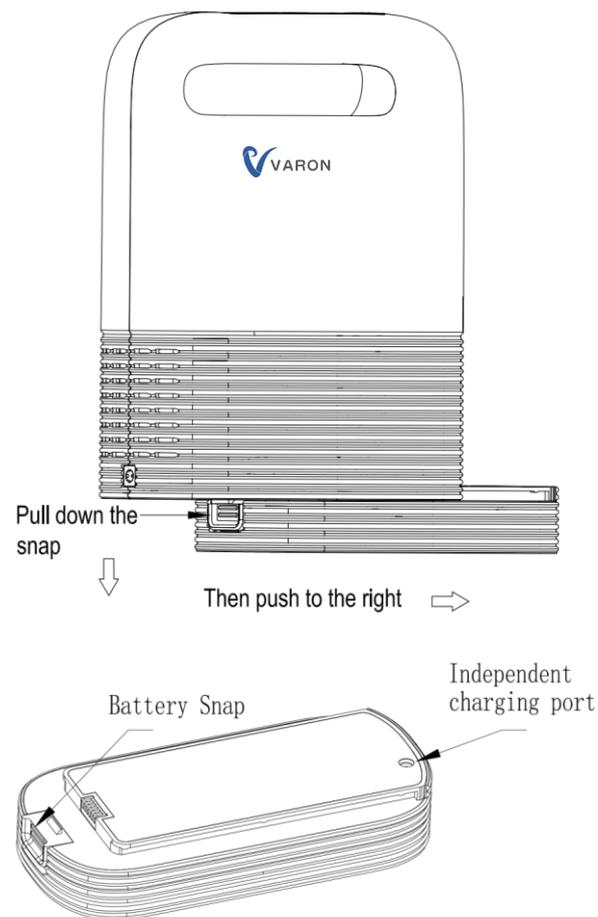
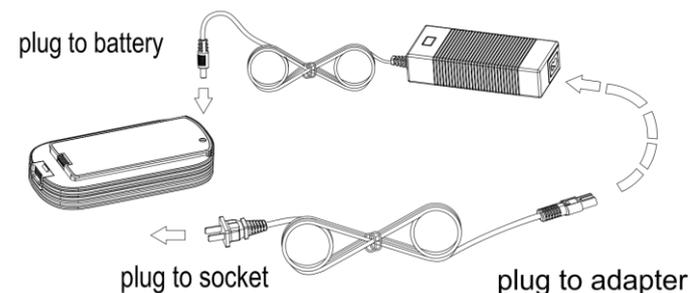
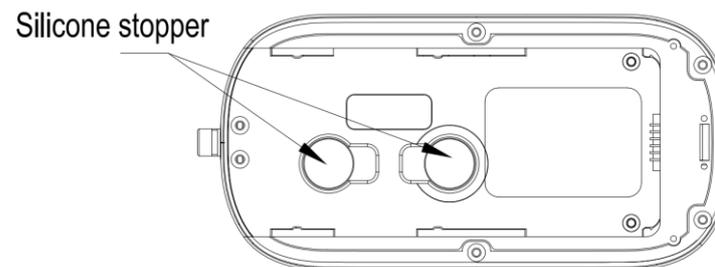

Figura 3 - Diagramma schematico della sostituzione e dell'uso della batteria
Figura 7 - Caricare la batteria separatamente
Figura 8 - Parte inferiore della macchina
- ① Come mostrato nella Figura 7, collegare l'adattatore CA per caricare la batteria;
- ② Rimuovere la batteria secondo il metodo mostrato nella Figura 3, quindi collegarla a un adattatore CA secondo la Figura 7 per caricarla;
Metodo di sostituzione: Rimuovere la batteria secondo il metodo mostrato nella Figura 3, appoggiare la macchina in piano e rimuovere i due tappi in silicone come mostrato nella Figura 8. All'interno si vedrà il tampone del filtro rotondo della presa d'aria. Tiralo fuori con una pinzetta, inserisci il nuovo tampone e infine rimetti a posto il tappo in silicone.